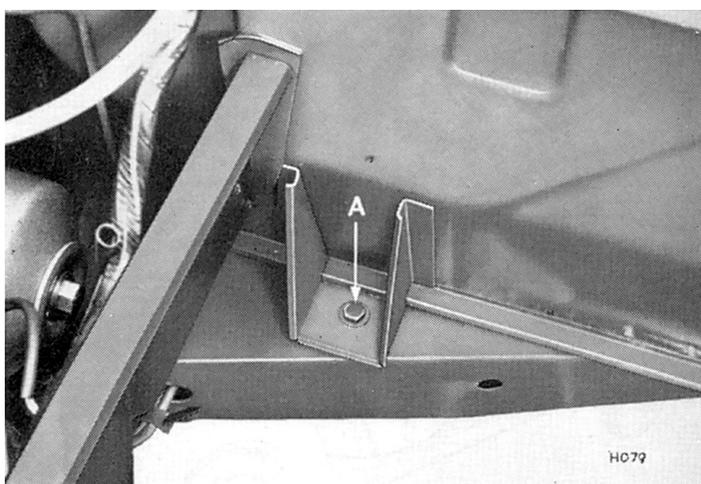

Fig. 57. Fixation du tablier avant au châssis
Retirer six boulons (Fig. 57 et 58) et dégager la section centrale du châssis.
Mettre en place la section centrale et la fixer au châssis avec les deux boulons du compartiment moteur (A) (Fig. 57). En se référant à la page 5.225, reposer la partie arrière de la carrosserie.